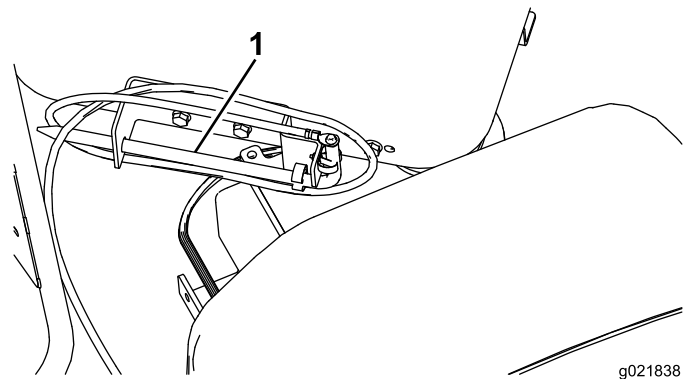

Bild 40
1. Nehmen Sie den Erdungsstab aus der Halterung an der Seite der Bedienerplattform (Bild 40).
2. Bewegen Sie den Antriebswagen auf dem Bohrrahmen ganz nach unten und sprühen Sie das Spindelgewinde mit Profilverbindungsmasse ein. Bringen Sie den Antriebswagen dann wieder an das obere Ende des Rahmens (Bild 40).